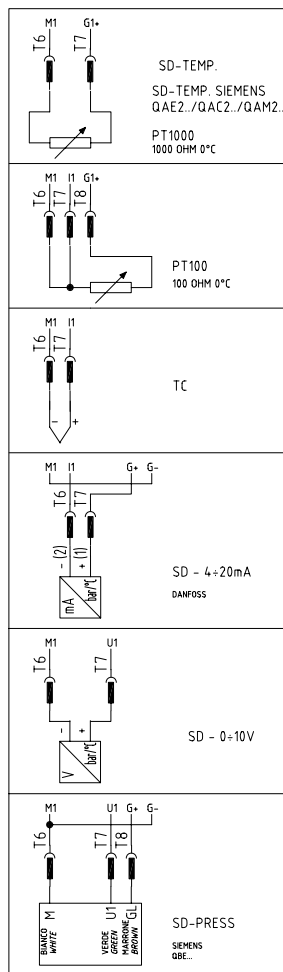

Рис. 20: Соединение датчиков
1). Подсоединить провода, относящиеся к разрешительному сигналу от котла к горелке, на следующие компоненты (Рис. 18, Рис. 20)
2). Подсоединить провода, относящиеся к разрешительному сигналу от котла к горелке, на следующие компоненты (Рис. 18, Рис. 20)